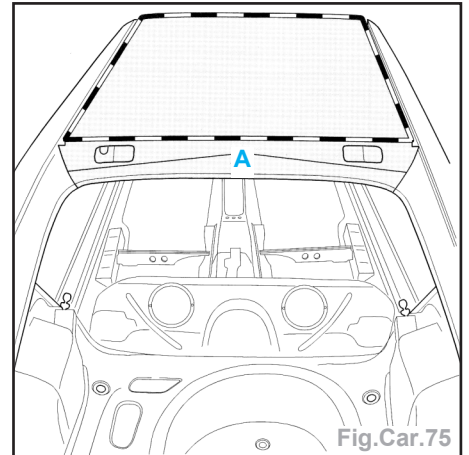

Fig.Car.75
- Couper le pavillon approximativement (Fig.Car.75).